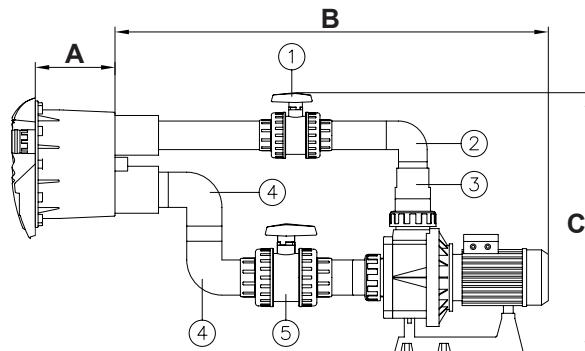

Fig. 7
- Verbinden Sie ein Rohr Ø75mm (*) mit der Reduzierhülse (siehe Fig.7).
- Verbinden Sie das Ventil Ø75mm. (Nr.1, Fig. 7) mit dem Rohr Ø75mm (*).
- Verbinden Sie das Rohr Ø 75mm (*) mit dem Ventil Ø75mm (Nr.1, Fig. 7).
- Verbinden Sie den Rohrkümmmer Ø 75 mm (Nr.2, Fig.7) mit dem Rohr Ø75 mm (*).
- Verbinden Sie das Rohr Ø 75mm (*) mit dem Rohrkümmmer (Nr.2, Fig.7).
- Verbinden Sie die konische Reduzierung von 90/75/63 mm (Nr.3, Fig. 7) mit dem Rohrkümmmer Ø 75mm (Nr.2, Fig. 7) und mit der Rohrverschraubung der Pumpe Ø 90mm.
- Benutzen Sie ein Rohr von Ø 90mm (*) und Schließen Sie damit einen Rohrkümmmer Ø 90mm. (Nr.4, Fig.7) an die Ansaugung des Gehäuses (siehe Fig. 7) an.
- Mit einem Rohr von Ø 90mm (*) vereinen wir nun den anderen Rohrkümmmer von Ø 90mm (Nr.4, Fig.7) mit dem schon verleimten Rohrkümmmer (siehe Fig.7).
- Verbinden Sie das Ventil Ø 90mm (Nr.5, Fig.7) mit dem Rohrkümmmer (Nr.4, Fig.7), indem Sie für den Anschluß ein Rohr von Ø 90mm (*) benutzen.
- Verbinden Sie ein Rohr Ø 90 mm (*) mit dem Ventil (Nr.5, Fig.7) und mit der Rohrverschraubung der Pumpe Ø 90mm.